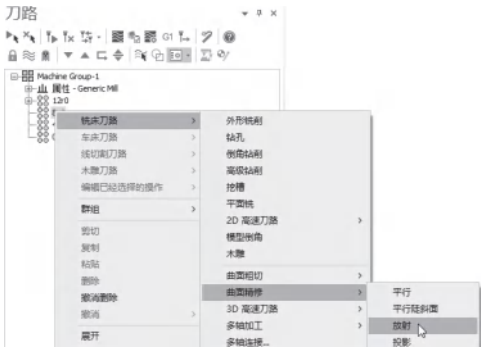

图 8-23 选择【精加工放射状】命令
1) 在【刀路】管理器中单击右键，在弹出的快捷菜单中选择【铣床刀路】/【曲面精修】/【放射】命令，如图 8-23 所示。